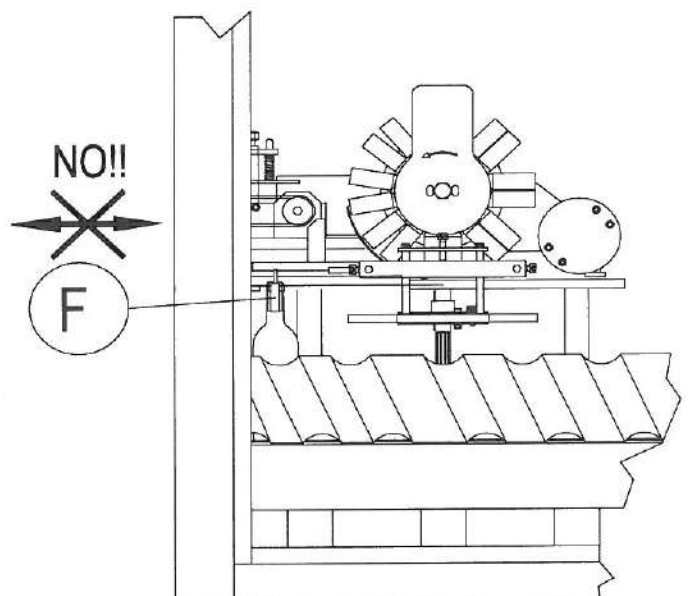

Figure 9
**Ne pas modifier la position horizontale de la photocellule **F** (figure 9) qui commande la distribution des capsules.**